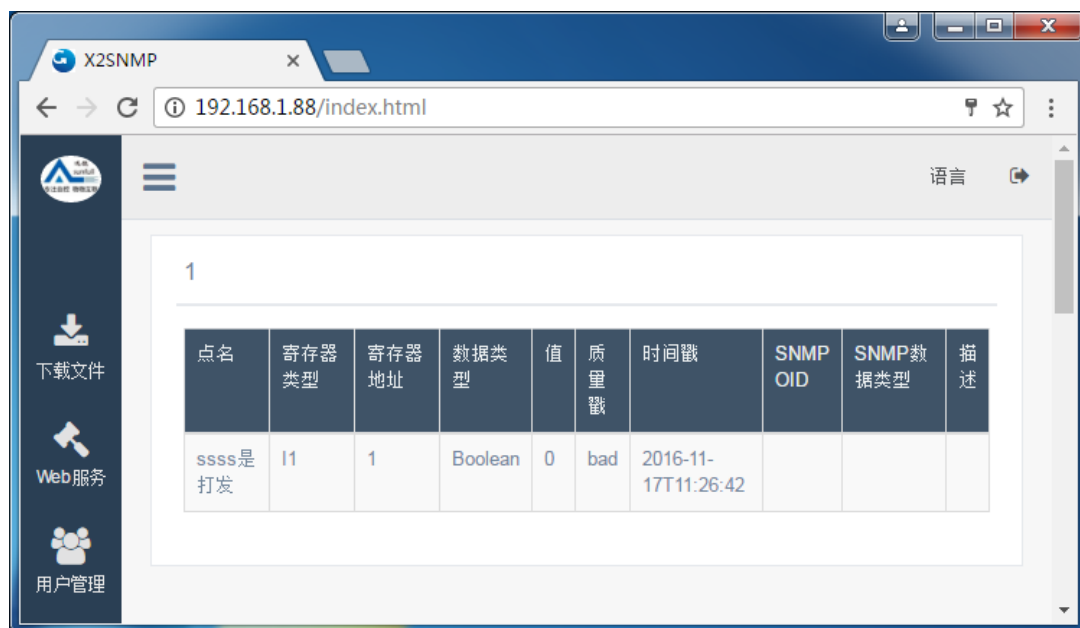

图 4-8-1 查看实时数据
**实时数据：**在网页上可以查看网关采集到的实时数据信息，如图 4-8-1 所示。